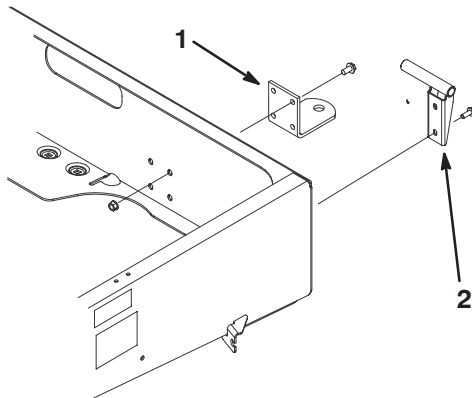

Figura 7
2. Montate la staffa orientabile sinistra nell'angolo posteriore sinistro del telaio, usando due viti a testa flangiata (3/8 x 1 poll.). Collocate la staffa come illustrato nella Figura 7.